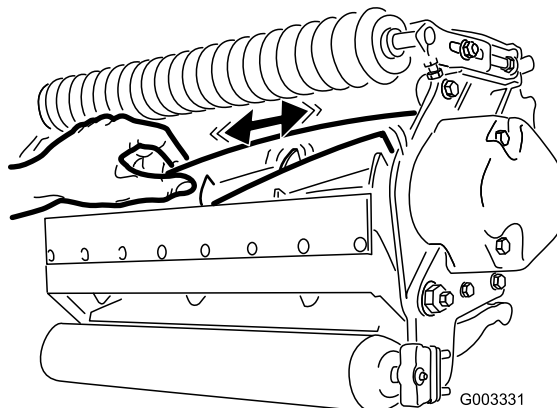

Figura 24
2. Usando un trapo o un guante grueso, sujete la cuchilla del molinete e intente mover el conjunto del molinete de un lado a otro (Figura 24).